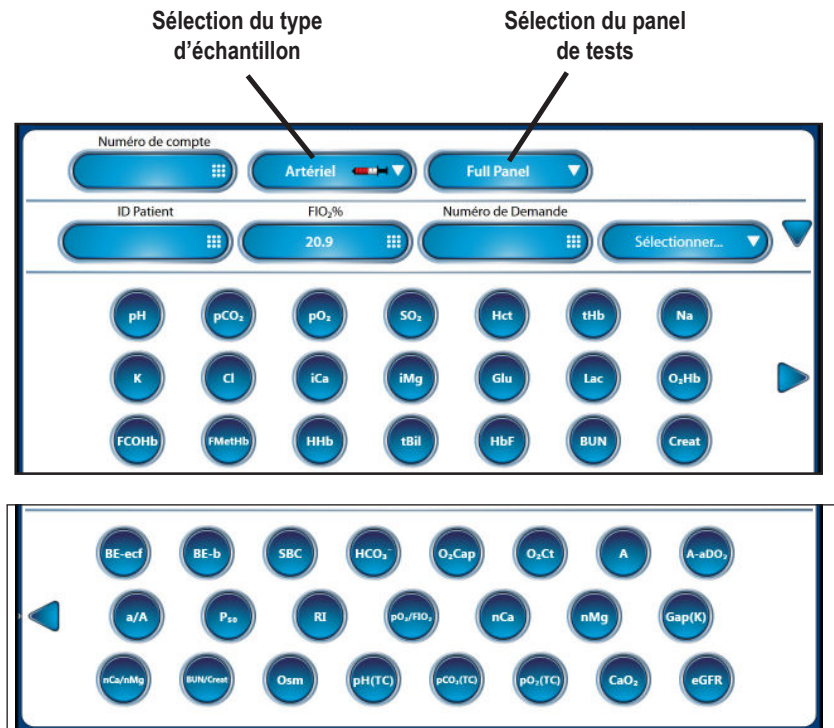

Figure 2.5 Éléments de la zone de sélection (en haut) ; Suite des analytes sur l'écran 2 (en bas)
L'identifiant du patient et les détails sur les analytes s'affichent dans la zone de sélection (Figure 2.5) :
4. Sur l'écran d'accueil, appuyez sur le bouton du type d'échantillon (voir la Figure 2.5).
6. Sur l'écran d'accueil, appuyez sur le bouton du panel de tests (voir la Figure 2.5).